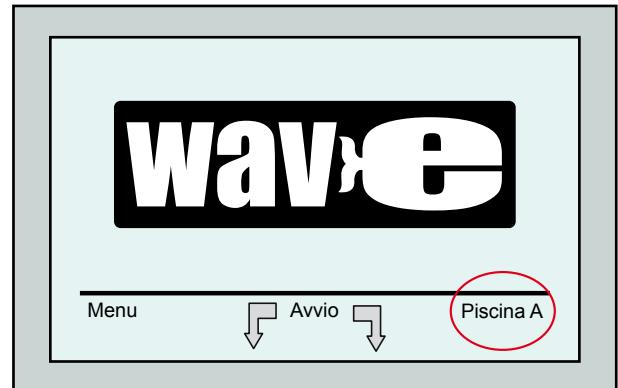

Figura 8: Schermata Wave che visualizza Piscina A nelle sue impostazioni default
3. Attivare l'alimentatore elettrico. Sulla finestra d'inizio appare la schermata MMI Wave (Figura 8).
1. Aprire la schermata Wave. "Piscina A" comprende le impostazioni come definite correntemente, come illustrato in Figura 8.
1. Dalla schermata Wave, premere l'impostazione di piscina correntemente visualizzata sulla parte destra dello schermo (vedere Figura 8) per aprire la schermata *Profilo piscina*.